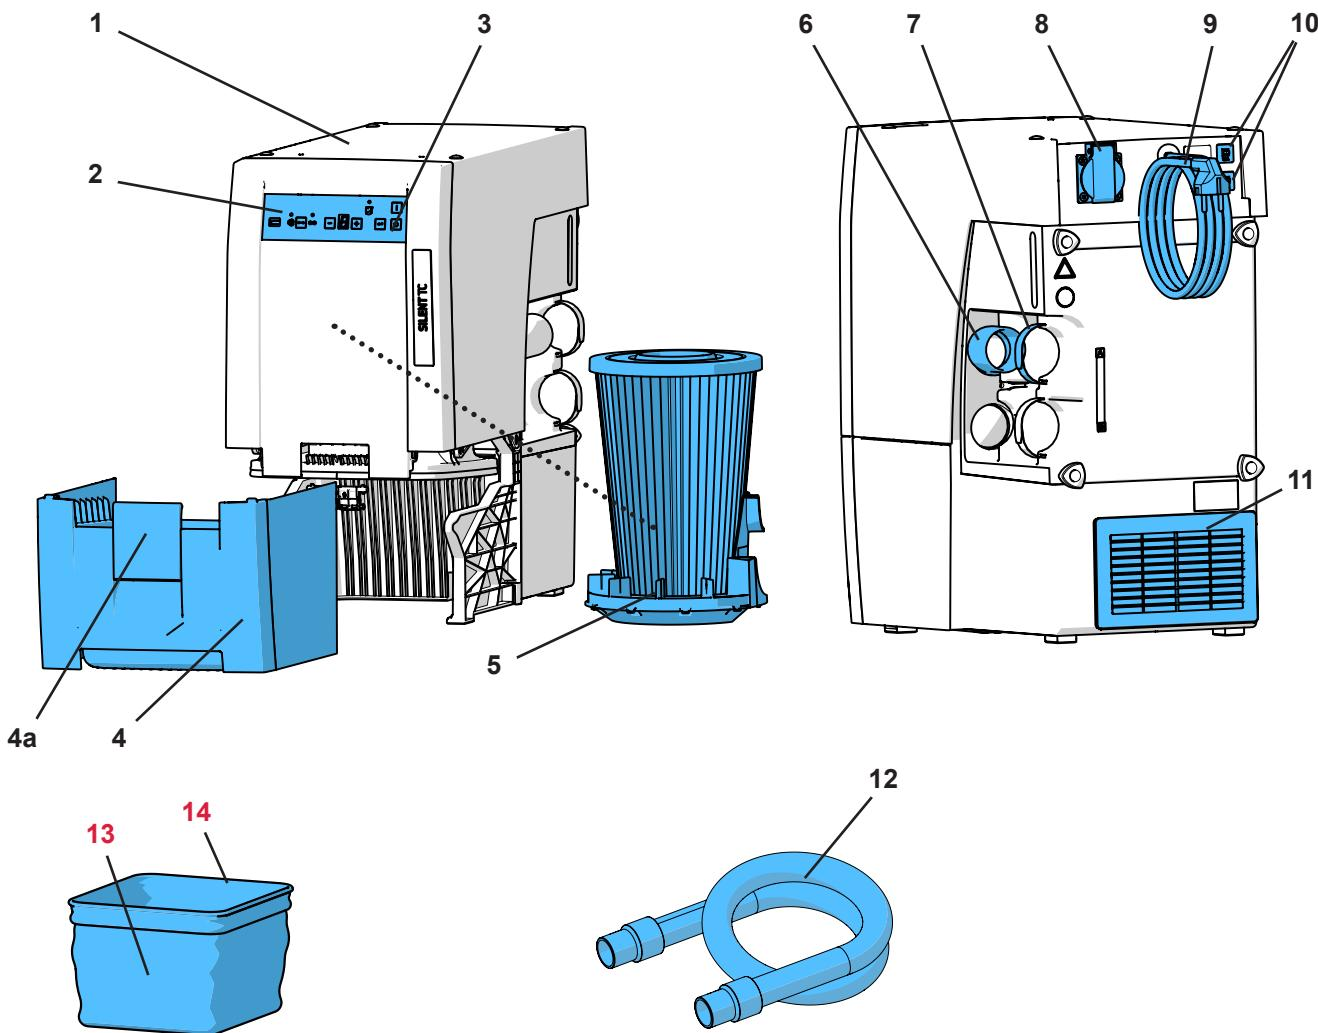

図 1
- ・排気口(11、図1)が妨げられないようにしてください。
- ・キャビネット壁の排気口(11、図1)に相対する位置に開口部(B)、サイズは250 x 120 mm以上。
- ⇒ 卷かれた電源コード(9、図1)をほどき、建物設置のコンセントにプラグを差し込みます。
器具の差し込み口（8、図1）に接続された電気装置に応じて吸引されます。